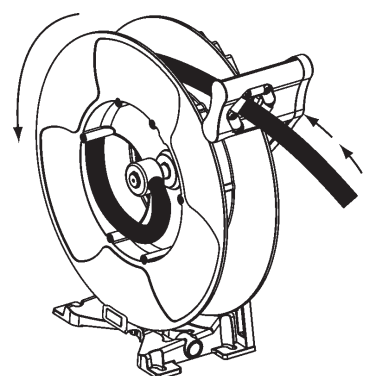

Fig.14
3. Gently pull the hose, it will be automatically rewound (fig. 14).
3. Gently pull the hose, the hose is automatically rewound (fig. 14).
3. Tire suavemente de la manguera hasta que quede liberada del trinquete y se recoja por si misma (fig. 14).
3. Tirer doucement sur le flexible pour le libérer du cliquet et accompagner jusqu'à ce qu'il soit complètement rembobiné (fig. 14).
3. Ziehen Sie nun vorsichtig den Schlauch, um ihn anschließend automatisch aufrollen zu lassen (Fig. 14).